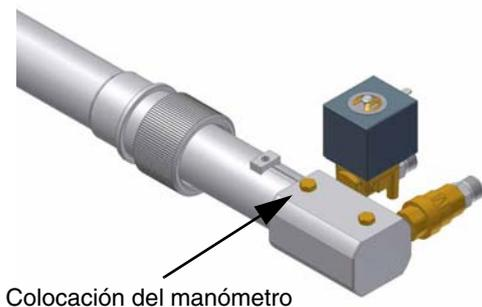

Fig. 17
- 9 La presión de alimentación de la boquilla ya es previamente calibrada en fábrica y no debe ser modificada. Sólo si fuera necesario, regular la presión de alimentación (véase apartado correspondiente) de la siguiente manera: colocar un manómetro en la posición indicada en Fig. 17 intervenir en el tornillo de regulación **VR** de la bomba (véase Fig. 16) hasta obtener una presión en la boquilla igual a 20 o 25bar (boquillas Bergonzo o Fluidics – véanse gráficos en pag. 16